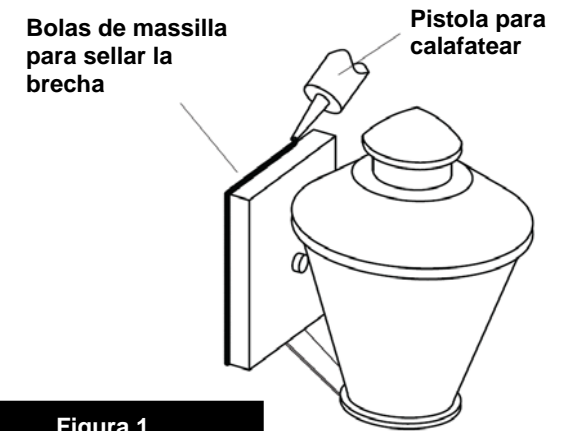

Figura 1
1. Preparar cinta de montaje (A), encroscando los dos tornillos de 1 ¼" de largo de montaje (B) en la parte posterior de la cinta de montaje (A) – Véase la **Figura 1**.
- Asegúrese de que los agujeros en los que los tornillos se enroscan partido el espaciamiento de los agujeros en la placa trasera (E).
2. Coloque la correa de montaje (A) a la caja de conexiones (J) con dos tornillos de 1" (C), siempre.
1. Para montar dispositivo, deslice los dos tornillos de montaje (B) a través de los dos agujeros de montaje (D) en la placa trasera (E) - Véase la **Figura 1**.
2. Mientras mantiene fijo en su lugar, enrosque las perillas de dos bolas (F) hasta el final de los tornillos de montaje (B), y apriete.
1. Conecte el cable de alimentación positiva (A) (normalmente negro o la cara lisa, sin marcas del cable de dos conductores) de plomo accesorio positivo (B) con un giro de tamaño adecuado en el conector – **Véase la Figura 1 y 2**.
2. Conecte el cable de alimentación negativa (C) (por lo general de color blanco o el lado marcado estriado del cable de dos conductores) de plomo accesorio negativo (D).
Para conectar a tierra en un sistema eléctrico de 3 hilos, fije el cable de tierra del artefacto (E) (generalmente de cobre o verde recubierto de plástico) a la brida de montaje accesorio (M) con el tornillo de tierra (S) – **Véase la Figura 1**.
Después de asegurar accesorio a la pared, se recomienda que la distancia entre la pared y la placa de fijación pueda sellarse con cualquier buena masilla impermeable de calidad o sellador de silicona (No Incluido) - Véase La Figura 1.